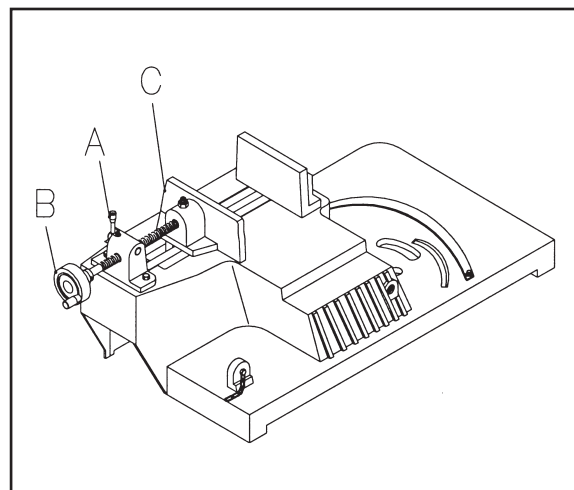

Fig. 5
1. Den Hebel (A) Fig. 5 zum entriegeln des Spannbokkes heben. Die Spannbacke durch Verschieben der Spindelwelle in die gewünschte Position stellen.
2. Die Spannbacke (C) an das Werkstück schieben.
3. Den Hebel (A) zum einrasten nach unten drücken.
4. Das Handrad (B) im Uhrzeigersinn drehen um das Werkstück festzuspannen.